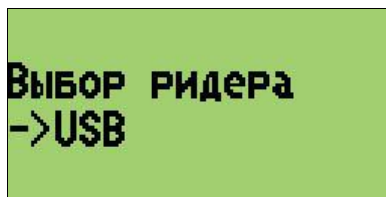

Рис. 5. Окно выбора порта для подключения ридера
5. С помощью кнопок перемещения курсора и выберите порт «**USB**» (см. Рис. 5).